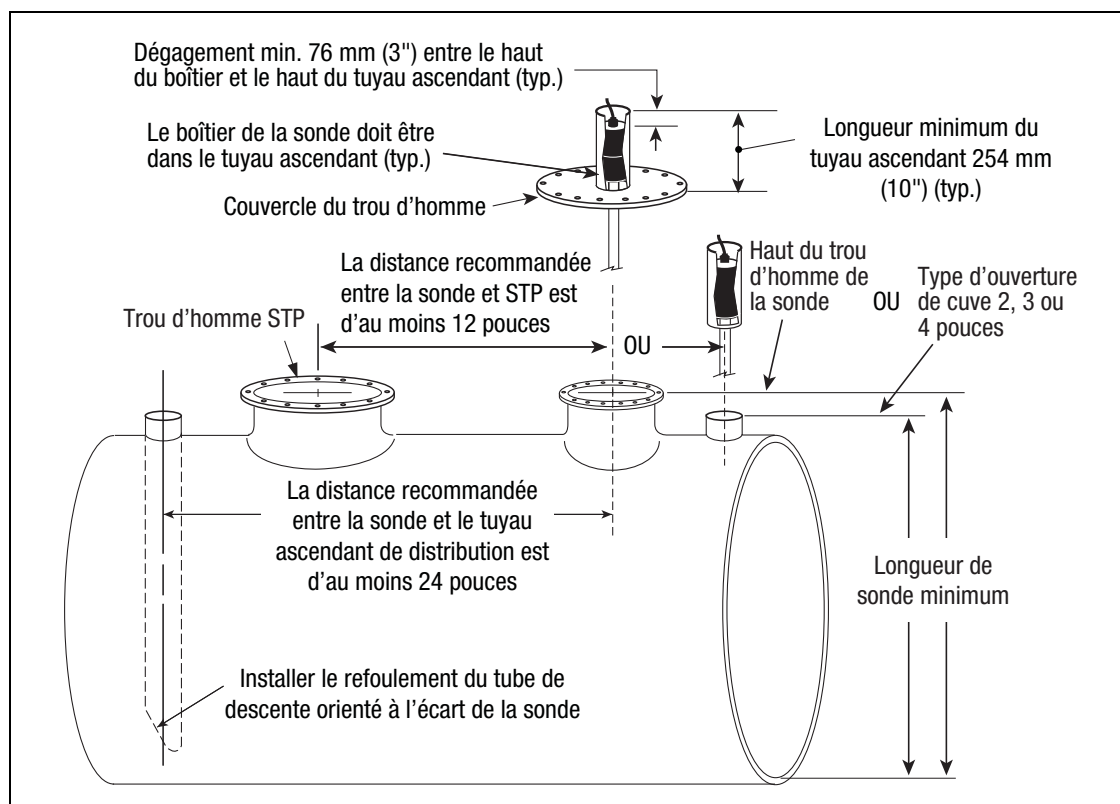

Figure 8. Détermination de la longueur minimale de la sonde Mag
1. Mesurez la distance du bas de la cuve au haut du trou d'homme de la sonde, ou à l'ouverture de la cuve de 2, 3 or 4 pouces, il s'agit de la longueur minimale de la sonde (voir la Figure 8).